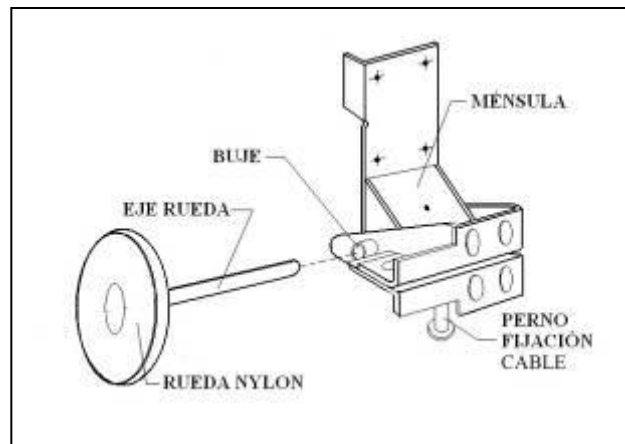

Fig. 4A Montaje Ménsulas para caídas
- Colocar el paracaídas sobre el primer panel inferior e insertar la rueda en la guía fijándolo con 8 tornillos autorroscantes de 1/4" x 1 1/2" (Fig. 4A). Enganchar al paracaídas los respectivos cables de elevación por el lado del ojo galvanizado.